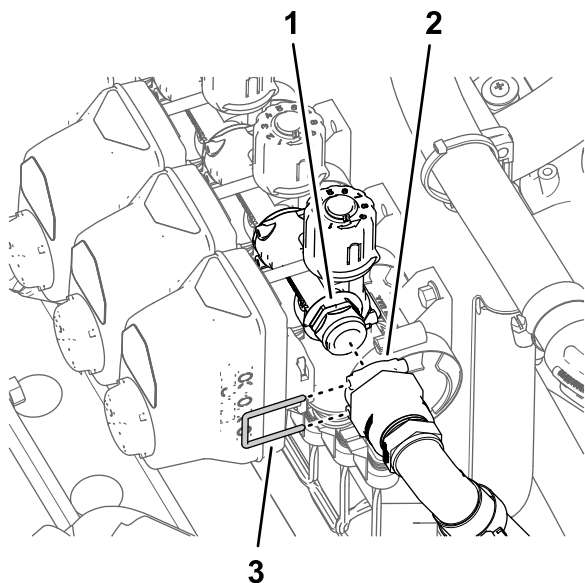

Figura 111
2. Monte a união de ligação rápida do tubo de distribuição à união de desligação rápida da válvula de distribuição na válvula do bico 10 (Figura 111).
3. Prenda as uniões de desligação rápida do tubo de distribuição e a válvula de distribuição com o retentor (Figura 111).